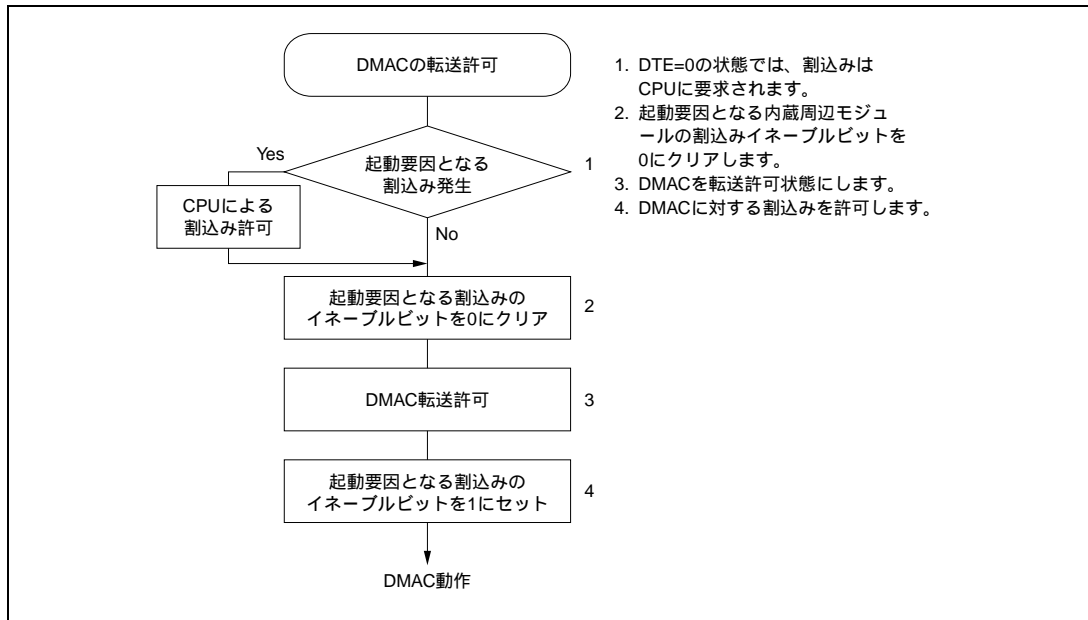

図 8.26 内蔵周辺モジュールが動作中に DMAC を転送許可状態にする場合の手順例
- (1) 内部割込みで DMAC を起動する場合、起動要因を選択してから DMAC を転送許可状態にするまでの期間に選択した起動要因が発生しないようにしてください。すなわち、DMAC を転送許可状態にした後、起動要因となる内蔵周辺モジュールを動作させてください。内蔵周辺モジュールの動作中に DMAC を許可状態にする場合、図 8.26 の手順で行ってください。
なお、DTE = 1なおかつDTME = 0の状態では、DMACは停止状態であり、またCPUにも起動要因となる割込みは要求されません。例えば、NMI割込みにより、DMACを停止状態にした場合は、起動要因となる割込みはCPUには要求されません。このとき、DMAC動作を打ち切る場合には、DTEビットを0にクリアし、CPUに割込みを要求させてください。DMAC動作を継続する場合には、DTMEビットを1にセットする前後で、図8.26 の2、4の操作を行ってください。